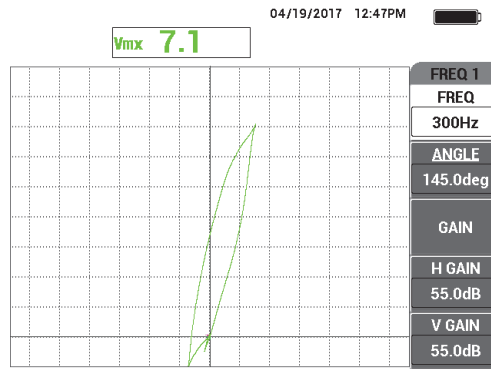

Figura 5-234 Sinal de rastreamento do sulco de 60% de perda de parede
2. Rastreie lentamente somente o defeito a 60% da perda de parede, pressione o interruptor de pé ERASE conforme necessário para limpar a tela. Quando o sinal da abertura estiver visível na tela do NORTEC 600, pressione a tecla FREEZE (❄) [veja Figura 5-234 na página 298].